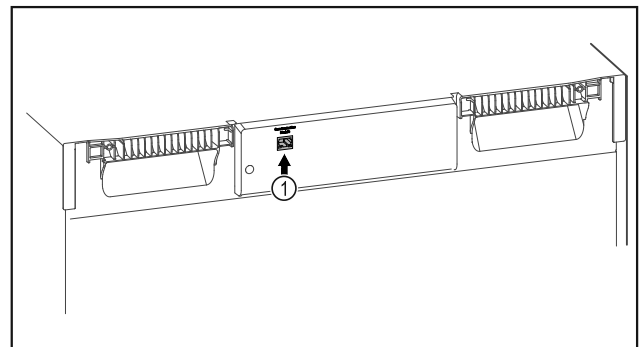

Fig. 140
- SmartModule Fig. 140 (1) naudojamas.